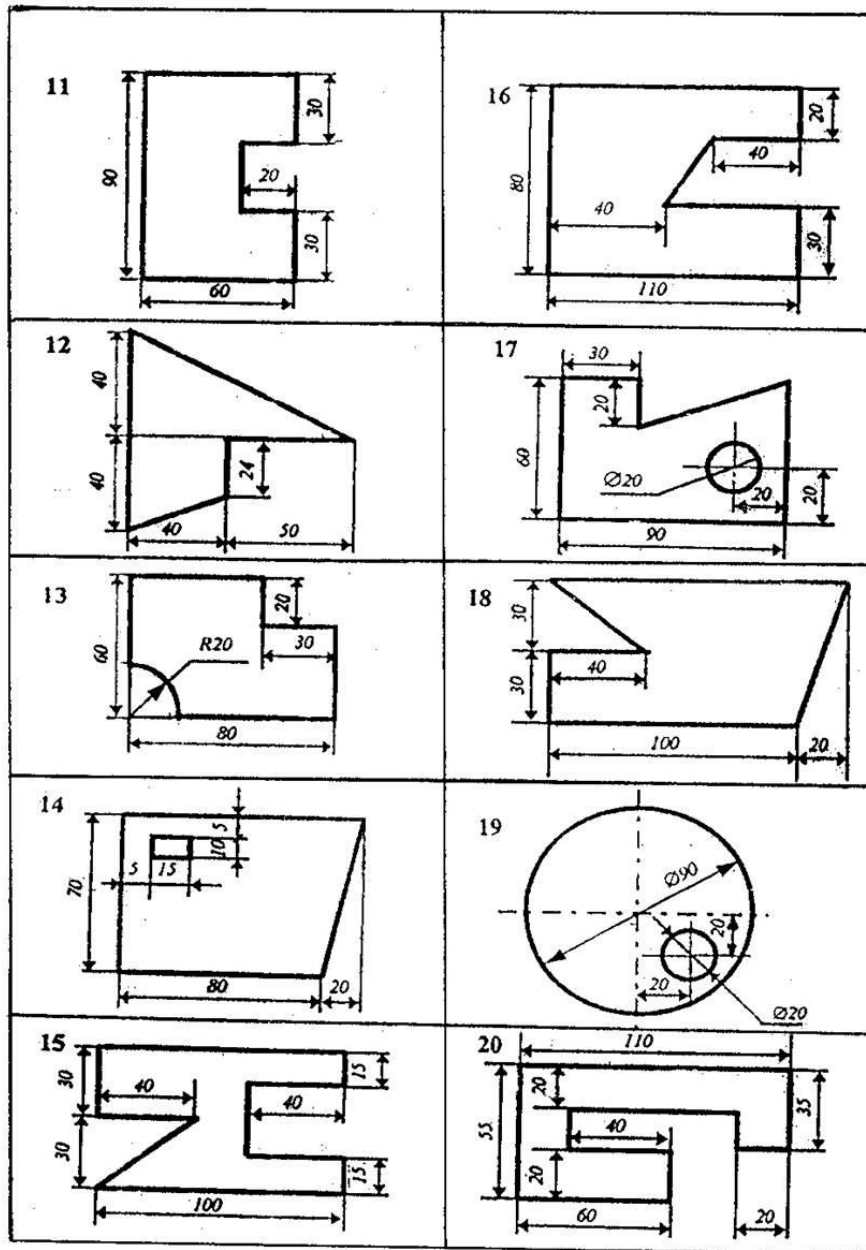

Рис. 2
**ЗАДАЧИ 11-20** (рис.2). Для тонкой однородной пластины, размеры которой заданы в миллиметрах, определить положение центра тяжести.